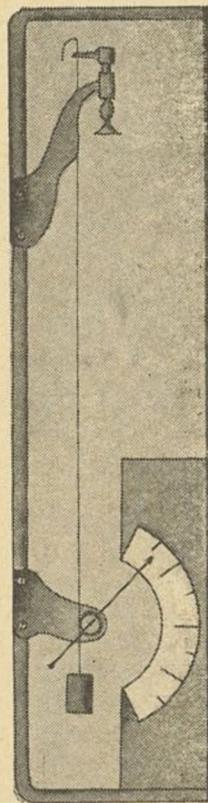

Fig. 15
**HIGROMETROS.**—Son aparatos destinados a medir directamente la humedad atmosférica. Se fundan en las deformaciones que experimentan ciertos cuerpos al actuar sobre ellos el vapor acuoso. Por ejemplo, las variaciones de longitud de un cabello desengrasado (fig. 15) o lámina orgánica, o las que sufre la espiral de una cuerda de tripa retorcida. Es decir: que según la cantidad de humedad relativa del ambiente, la longitud de estos cuerpos experimenta un aumento o disminución.